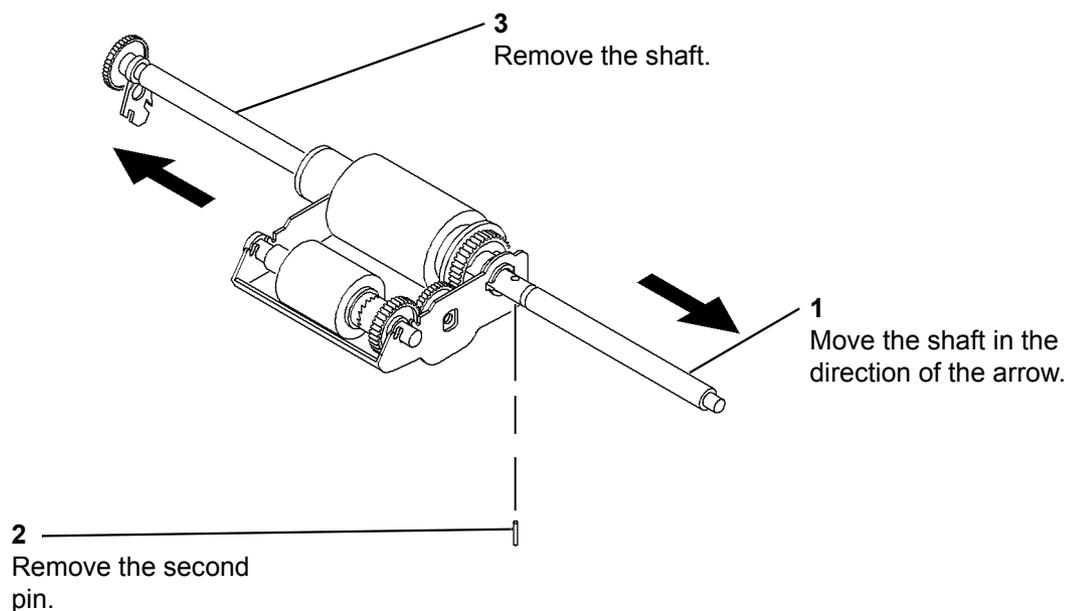

Рисунок 2. Второй штифт
3. Удалите второй штифт, рисунок 2.